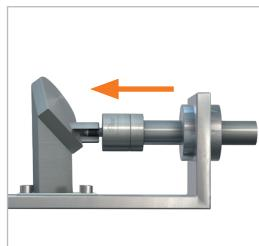
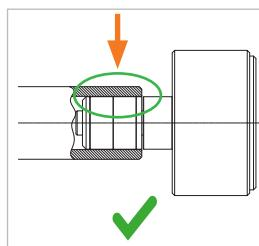
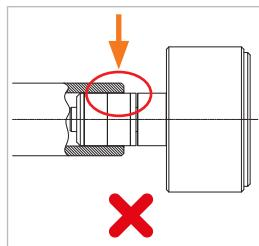

Abbildung 1
Abbildung 2
Abbildung 3
- ▶ Stecken Sie den Adapter gerade in den Prüfling ein (*Abbildung 1*). Die Frontdichtung (Pos. 7) darf nicht mehr sichtbar sein (*Abbildung 2* und *Abbildung 3*). Dadurch wird eine Beschädigung der Frontdichtung durch eventuell scharfe Kanten am Prüfling vorgebeugt und das richtige Anschließen gewährleistet.